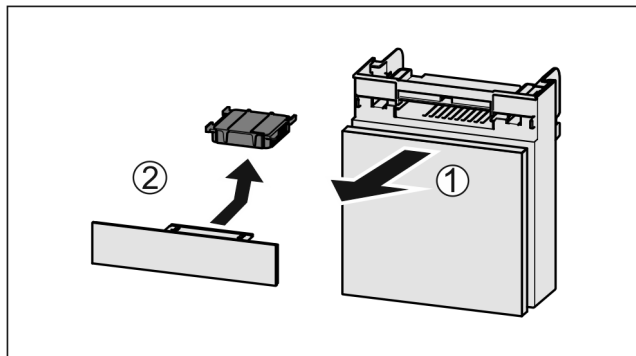

Fig. 99
- ▶ Издърпайте Fig. 99 (1) напред от отделениято.
- ▶ Извадете Fig. 99 (2) филтъра с активен въглен.